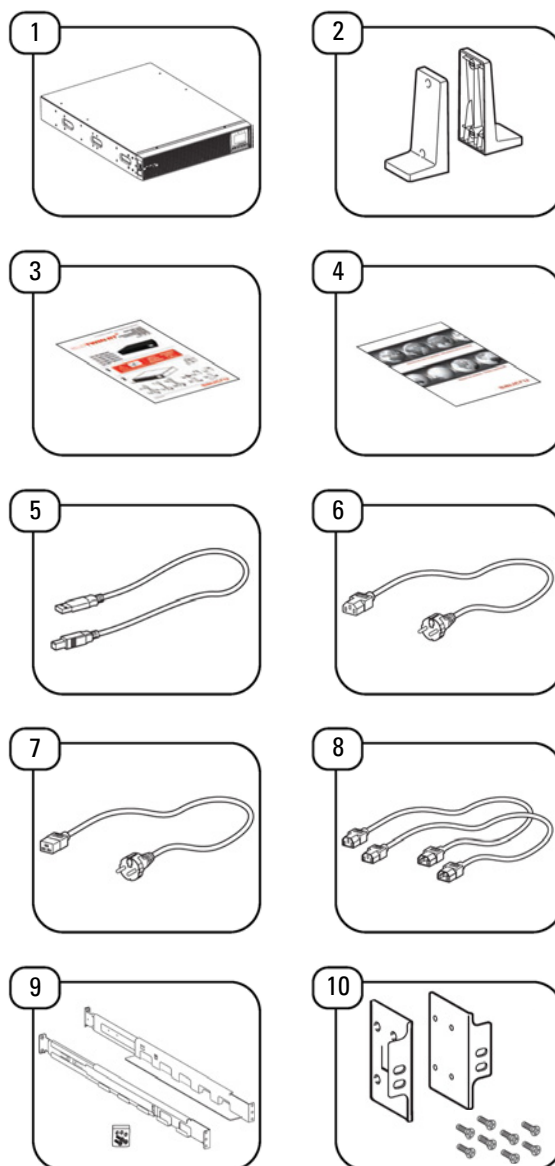

Fig. 8. Conteúdo da embalagem do UPS.
1. Fixe as duas abas em cada um dos laterais do UPS, utilizando os parafusos fornecidos e respeitando a sua orientação (item 10 da Fig. 8).
Ligue o cabo de entrada fornecido com o UPS ao conector de entrada respetivo (item 6/7 da Fig. 8).